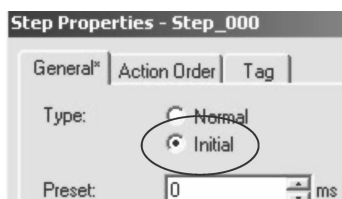

图 14-20 Step 属性对话框
47. 请注意，现在它外面有两层方框，而同时 Step_002 被自动更正（RSLogix 5000 清楚只能有一个初始 Step），如图 14-20 所示。